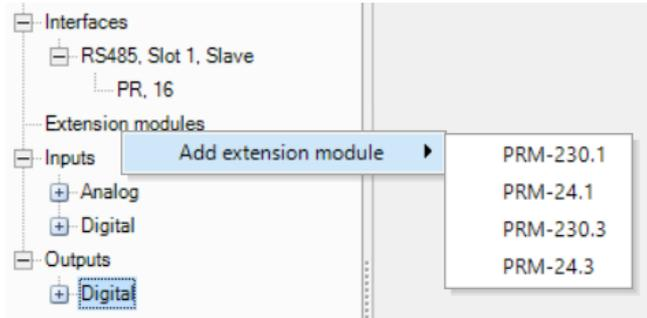

Fig. 5.1
4. Add a PRM module using the context menu (*Fig. 5.1*)